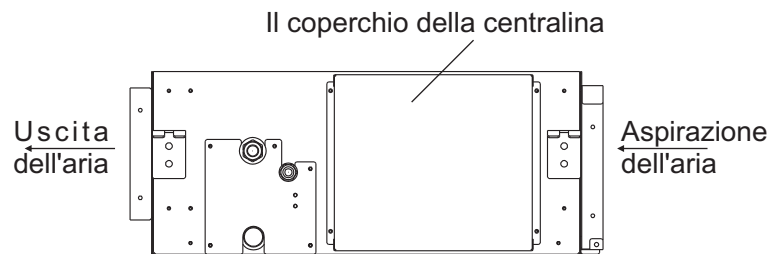

Fig. 6.1 Rimuovere le viti sulla centralina.
- Per serrare il cablaggio, utilizzare il materiale di fissaggio incluso come mostrato in Fig.6.1 per evitare di esercitare pressione esterna sui collegamenti elettrici e serrare saldamente.
- (1) Come mostrato nella Fig. 6.1, rimuovere le viti dalla centralina.
- (2) Collegare il cavo di alimentazione e il cavo di terra al terminale principale.
- (3) Il cavo del telecomando si collega alla morsettiera.
- (4) Collegare l'alimentazione delle unità interna ed esterna alla morsettiera principale.
- (5) Collegare saldamente il cavo nella centralina
- (6) Dopo aver terminato il cablaggio, sigillare il rispettivo foro con il materiale sigillante (con il coperchio) per evitare la formazione di condensa e l'ingresso di corpi estranei.